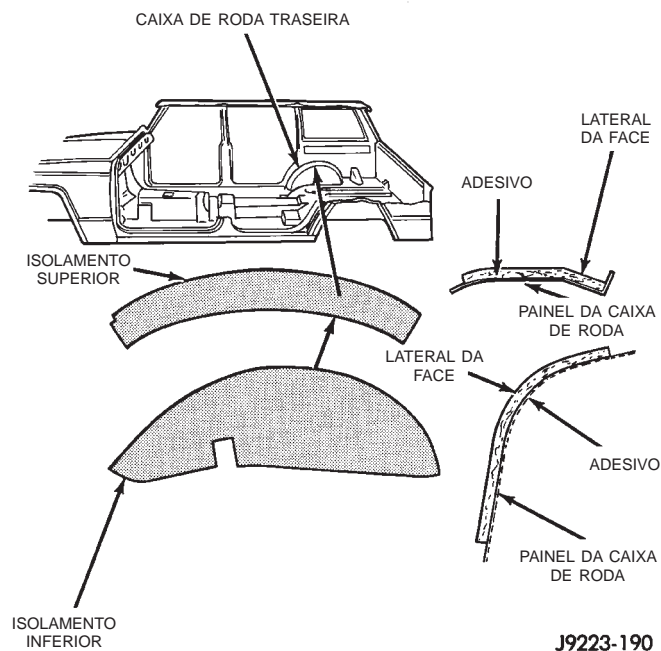

Fig. 89 Isolamento da Caixa de Roda
- (1) Remova o batente da trava e a placa de proteção da tampa traseira.
- (2) Fure as cabeças dos rebites de retenção e remova as correias de fixação de carga do carpete.
- (3) Conforme a necessidade, remova os painéis de acabamento e as molduras.
- (4) Remova todos os outros componentes que interferam.
- (5) Remova o carpete e o tapete do painel do assoalho.
- (6) Se necessário, remova o material de isolamento da caixa de roda (Fig. 89).